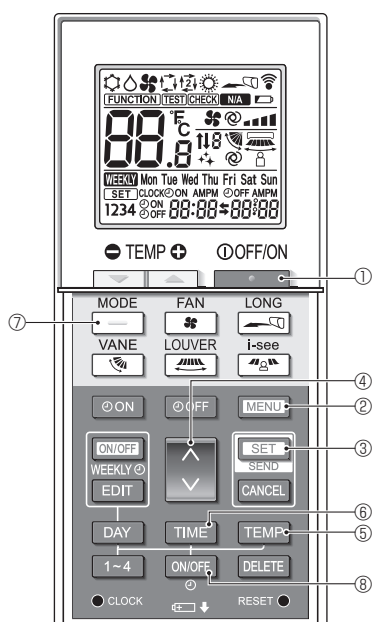

Fig. 7-9
1. Pulse el botón [STOP] ① para detener el acondicionador de aire.
2. Pulse el botón [MENU] ②. Se mostrará la pantalla de configuración de funciones y parpadeará el n.º de función ④. (Fig. 7-9) Pulse el botón [↓] ④ para cambiar el n.º de función.